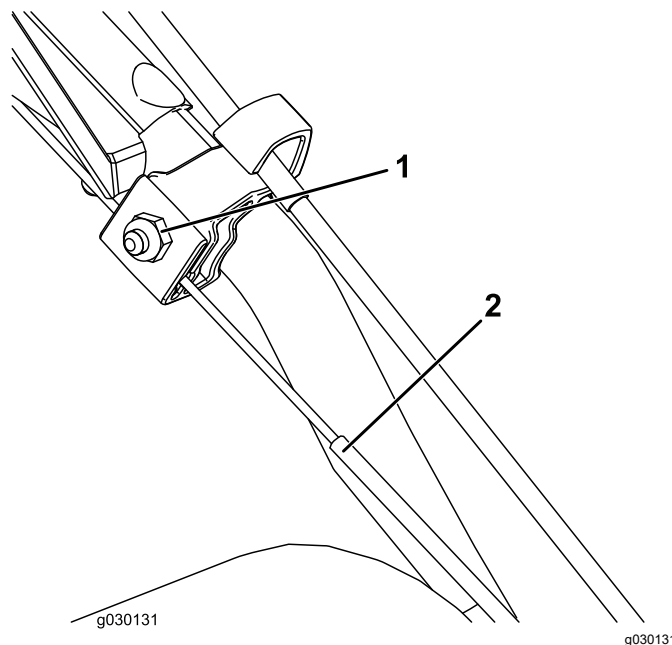

Figura 21
1. Allentate il dado sul serrafilo per cavi superiore ma non rimuovetelo (Figura 21).
2. Tirate il cavo verso il basso e rimuovete gran parte dell'allentamento nel cavo (Figura 21).
3. Serrate il dado (Figura 21).